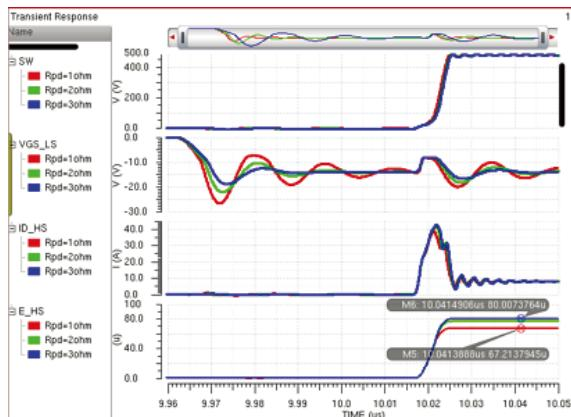

图 5. 使用 10nH 栅极环路电感和下拉电阻时的仿真结果: $R_{pd}=1\Omega$ (红色)、 2Ω (绿色) 和 3Ω (蓝色)。 E_{HS} 是高管能耗。
根据方程式 (1)，减轻栅极应力的一个方法就是增加下拉电阻值，反过来减少 L-R-C 槽路的 Q 品质因数。图 5 显示的是用一个 10nH 栅极环路电感和在 1Ω 到 3Ω 之间变化的下拉电阻 (R_{pd}) 进行的仿真结果。虽然栅极下冲被一个 3Ω 下拉电阻限制在负偏置电压以下的数伏特内，但是关断保持能力恶化，从而导致更大的直通电流。这一点在漏电流曲线图中很明显。